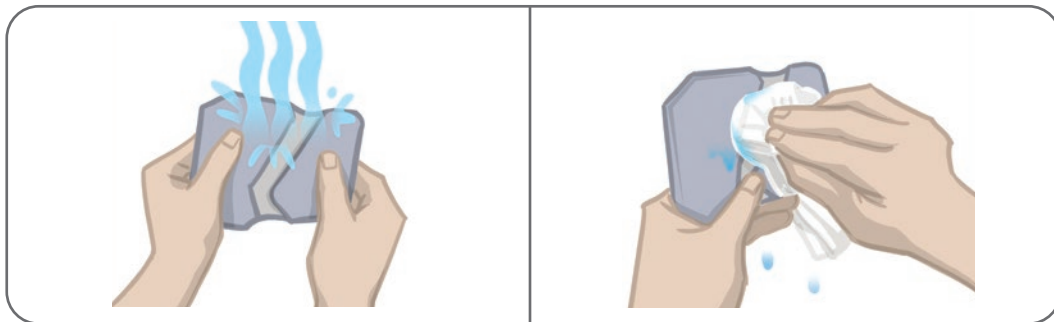

Ilustración 6-3: Cómo humedecer el electrodo y eliminar el exceso de agua
3. Humedezca con agua el Electrodo Quick Fit en su totalidad. Consulte la ilustración 6-3.
4. Escorra el agua sobrante del Electrodo Quick Fit con un trapo. Consulte la ilustración 6-3.